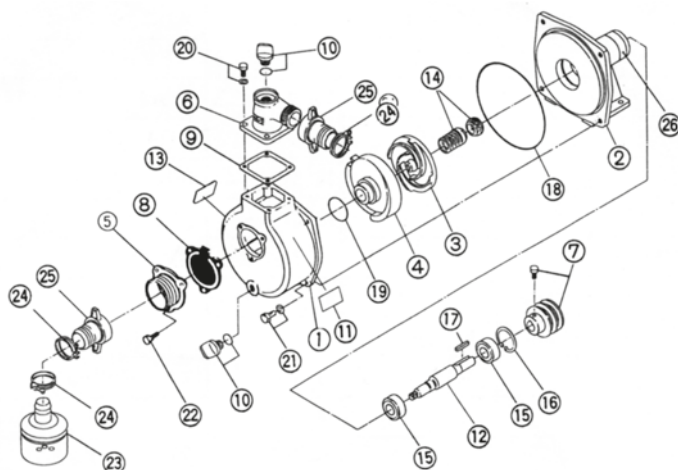

Рис. 3
5.1. Насос (качающий узел, рис. 3 с детализацией, таблица 3) включает в себя: